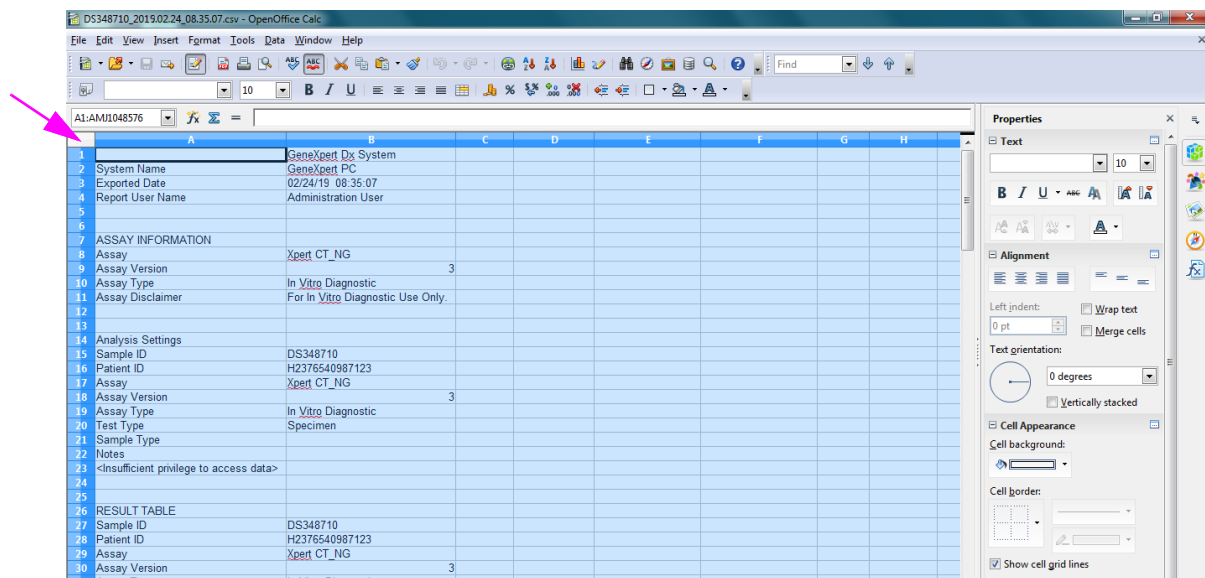

Figura D-5. Toate celulele selectate
- După efectuarea selecțiilor, faceți clic pe **OK**. Se va afișa fișierul .csv. Consultați Figura D-5.
- După deschiderea fișierului, faceți clic pe colțul din stânga sus al foii de lucru pentru a evidenția toate celulele, așa cum se arată în Figura D-5.